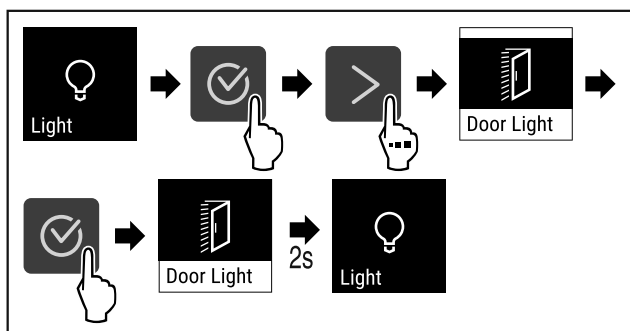

Fig. 70
▶ Vykonať kroky akcie (pozri Fig. 70) .